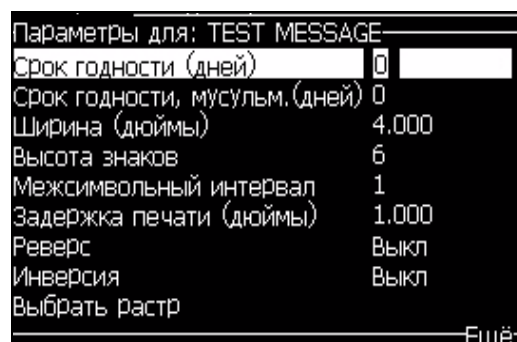

Рисунок 5-17: Диалоговое окно “Message Parameters” (параметры сообщения)
- 2 В меню “Messages” (сообщения) выберите опцию “Message Parameters” (параметры сообщений) (Рисунок 5-17 на странице 5-28) для редактирования значений.